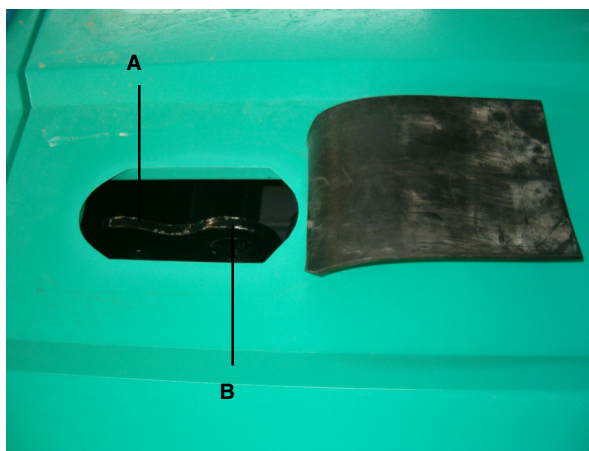

РИС. 3
8. ПЕРЕМЕЩЕНИЕ (Рис. 3)
Используйте для подъема машины специально предусмотренные для этой цели проушины на кабине (рис. 3). Проушину А следует использовать для подъема машины БЕЗ КОВША, проушину В - для подъема машины С КОВШОМ.
! - Внимание! При подъеме машины ни в коем случае не используйте для крепления тросов какие-либо точки, отличные от приведенных на рис. 3.